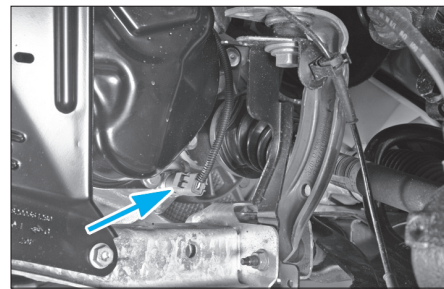

FIG. 7
- le contacteur de M. AR (Fig.7).